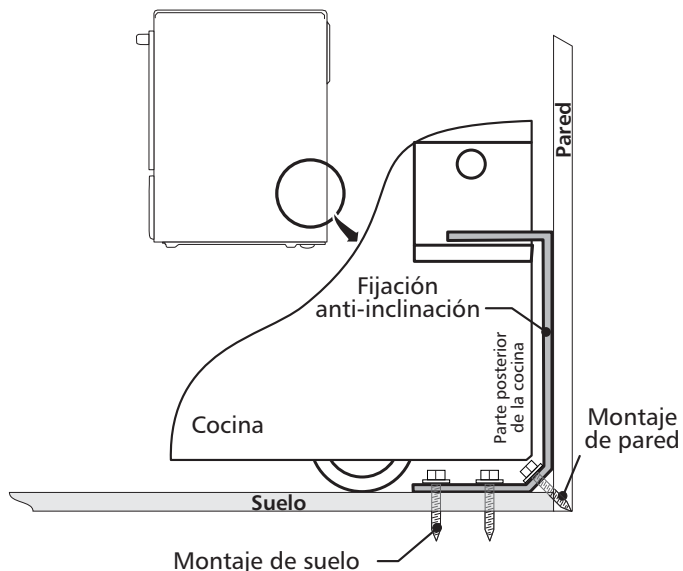

Figura 12
4. Retire el modelo y ubique la abrazadera en el suelo. Alinee los orificios en la abrazadera con las marcas en el suelo y ajuste con los cuatro tornillos provistos. La abrazadera debe quedar fijada al suelo (figura 12) sólido. Si se fija al suelo concreto, primero haga orificios pilotos de un diámetro de 3/16" (0,48 cm), utilizando una barrena para concreto.
6. Deslice la cocina hacia su lugar asegurándose que la pata de centro trasera está completamente segura con el soporte anti-inclinación (figura 12). Baje la cocina ajustando las 4 patas de nivelación hasta que la plancha de cocinar esté apoyada en el mostrador. Refiere a la "Nivelación de la cocina".